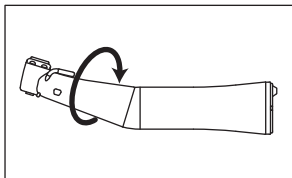

Fig. 6
- 3) Gire el cabezal en la dirección de la flecha sosteniendo el adaptador. (Fig.6)